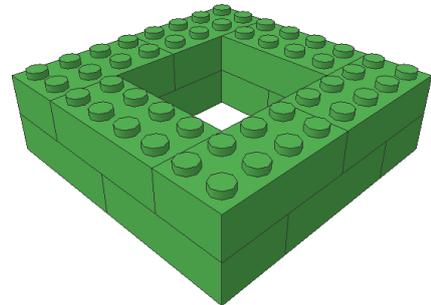

Рис. 13. Схема сборки маленького блока
- 6.2 Баки для переработки отходов собираются в соответствии со схемой, приведённой на рис. 13.